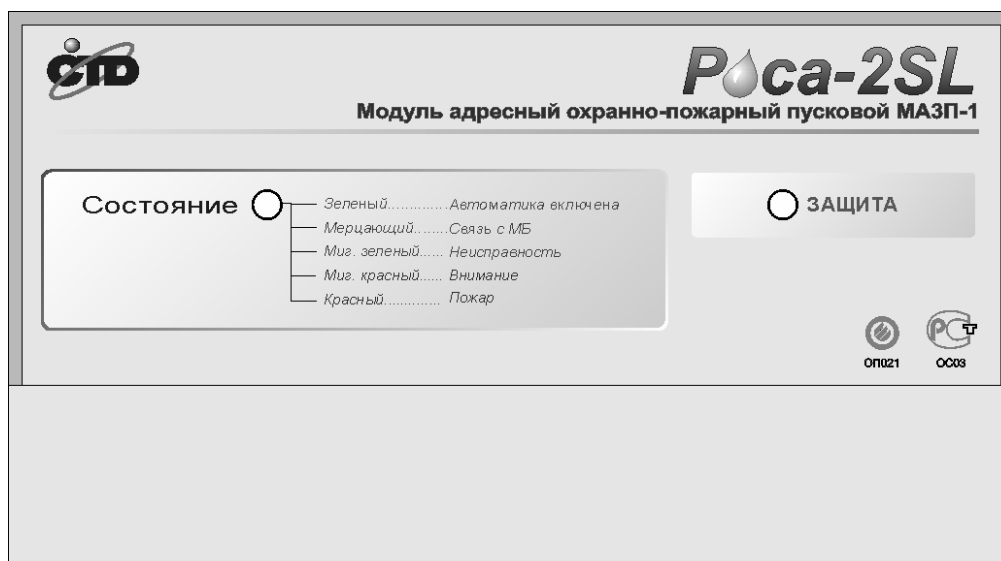

Рисунок 4-1 Внешний вид МА-3П-1.
4.1.8. МА-3П-1 имеет световой индикатор состояния пожарных шлейфов (Рисунок 4-1):